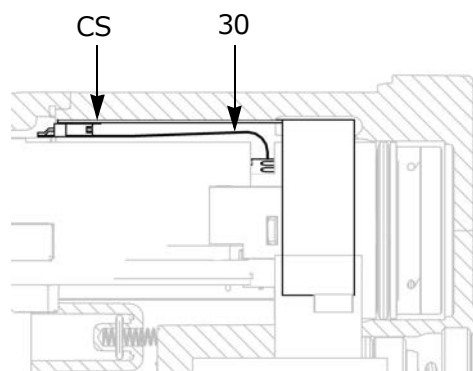

図 26. フレキシブル回路の接続
8. 電源 / タービンアセンブリを、ガン本体 (10) に挿入します。接地ストリップ (EE) がガン本体に接していることを確認してください。
**Smart モデルでは：** 6 ピンフレキシブル回路 (30) のコネクタの位置をガン本体上部のソケット (CS) と合わせます。図 26 を参照してください。